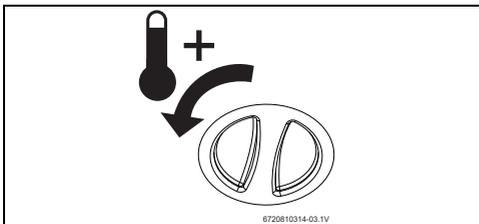

Fig. 10 Aumentar la temperatura
- ▶ Ajustar el limitador de temperatura a la máxima temperatura (→ Fig. 10).